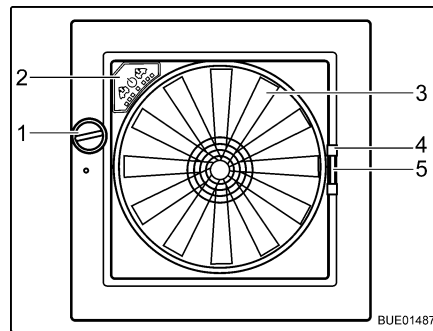

Bild 85 Dachhaube Omni-Vent
- Öffnen:** ■ Drehknopf (Bild 85,1) drehen, bis der gewünschte Öffnungswinkel erreicht ist.
- Schließen:** ■ Drehknopf (Bild 85,1) drehen, bis Dachhaube vollständig geschlossen ist.
- Schließen:** ■ Insektenschutz am Griff (Bild 85,4) zur gegenüberliegenden Rahmen-seite ziehen.
- Schließen:** ■ Griff (Bild 85,5) der Verdunklung zusammendrücken.
**Ventilator** Wenn die Dachhaube geöffnet ist, kann der Innenraum mit dem 6-stufigen Ventilator (Bild 85,3) belüftet und entlüftet werden. Der Ventilator wird am Bedienfeld (Bild 85,2) bedient.